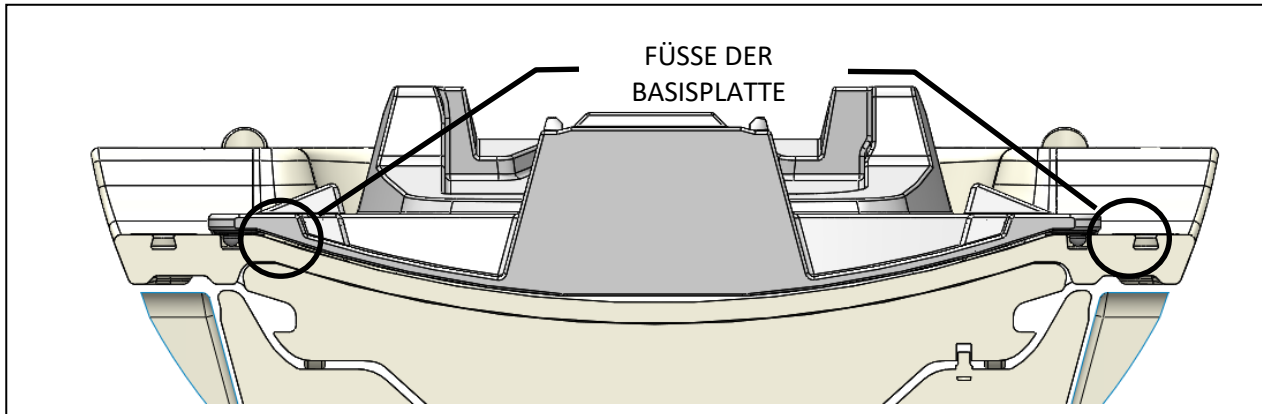

Abbildung 4: Positionierung der Grundplatte auf der MRT-Liege
1. Legen Sie die Tulsa-PRO® Basisplatte für Ingenia auf die MRT-Liege. Die Füße der Basisplatte müssen an den inneren Schienen der Liege ausgerichtet sein (Abbildung 4).